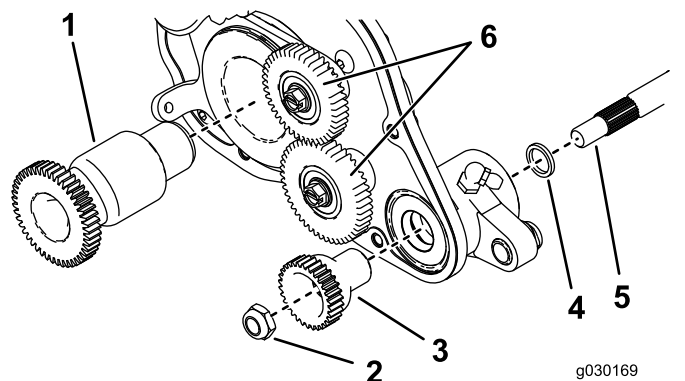

Рисунок 10
4. Нанесите консистентную смазку на уплотнение в опоре подшипника узла привода и на шлицевой конец вала механической щетки (Рисунок 10).
6. Вставьте шлицевой конец вала механической щетки в опору подшипника узла привода (Рисунок 10).
8. Прикрепите шестерню к валу механической щетки с помощью контргайки ведомой шестерни (Рисунок 10).
13. Прикрепите ведущую шестерню механической щетки к валу барабана с правой стороны барабана (Рисунок 10) и затяните с моментом 170 Н·м.
14. Установите и закрепите промежуточные шестерни (Рисунок 10), затяните колпачковые винты с моментом 13,5 Н·м.